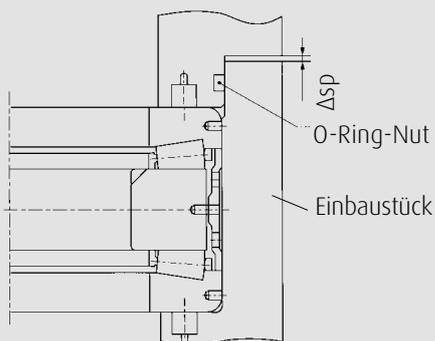

Abb. 3.44 Zusammenbau ohne Vorspannfedern
11. Nach der Montage prüfen, daß  $CL1 + CL2 = 0,5 \text{ mm}$  (Abb. 3.44).